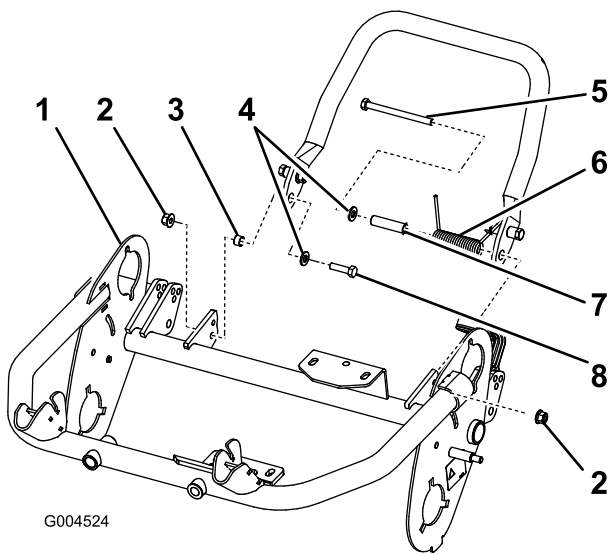

Figura 10
2. Instale una arandela (M8) en el perno pequeño (M8-1,25 x 030). Instale el lado derecho del soporte en el bastidor con el perno y la arandela, el espaciador pequeño, y la contratuerca (M8 1,25) (Figura 10). Asegúrese de instalar el perno desde el interior del bastidor, según se muestra en Figura 10.
Importante: Al instalar el muelle, coloque un extremo del mismo debajo del bastidor trasero (Figura 10).
5. Instale el lado izquierdo del soporte en el bastidor con el perno y la arandela, el espaciador grande, y la contratuerca (M8-1,25) (Figura 10). Asegúrese de instalar el perno desde el interior del bastidor, según se muestra en Figura 10.